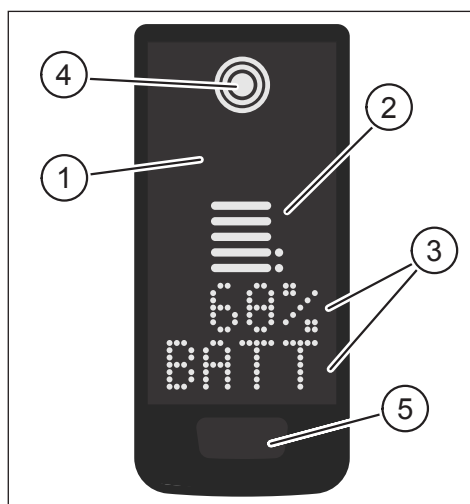
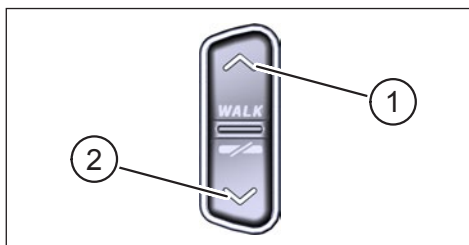

Abb. 1: Bedienung und Anzeige der Komponenten auf dem Display
Abb. 2: Bedienelemente an der Remote
Pos. in Abb. 1	Beschreibung
Pos. in Abb. 2	Beschreibung
- ▶ Halten Sie die Bedientaste auf dem Display (Pos. 5 in Abb. 1) und die DOWN-Taste auf der Remote (Pos. 2 in Abb. 2) mindestens 5 Sekunden lang gedrückt.
- Mit einem **Doppelklick** auf die Bedientaste auf dem Display (Pos. 5 in Abb. 1) wechseln Sie zur nächsten Bildschirmansicht.
- Drücken Sie die UNTEN-Taste auf der Remote Steuerung (Pos. 2 in Abb. 2).